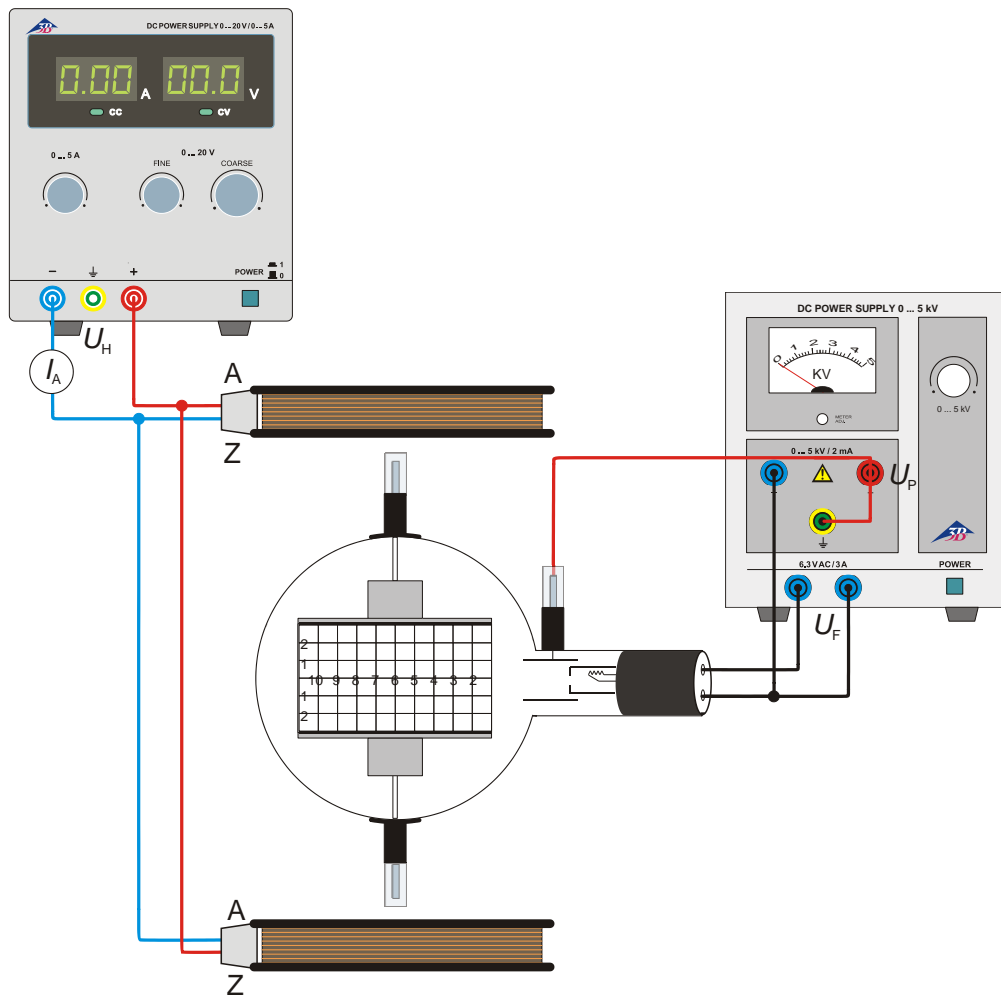

Fig. 2 Déviation magnétique
- Procédez au câblage du tube comme le montre la figure 2. Branchez le pôle négatif de la tension anodique à la prise de 4 mm marquée du signe « moins » sur le col du tube.
- Montez l'expérience comme le montre la fig. 2. L'équation suivante s'applique à la vitesse d'électron  $v$  qui dépend de la tension anodique  $U_A$ .